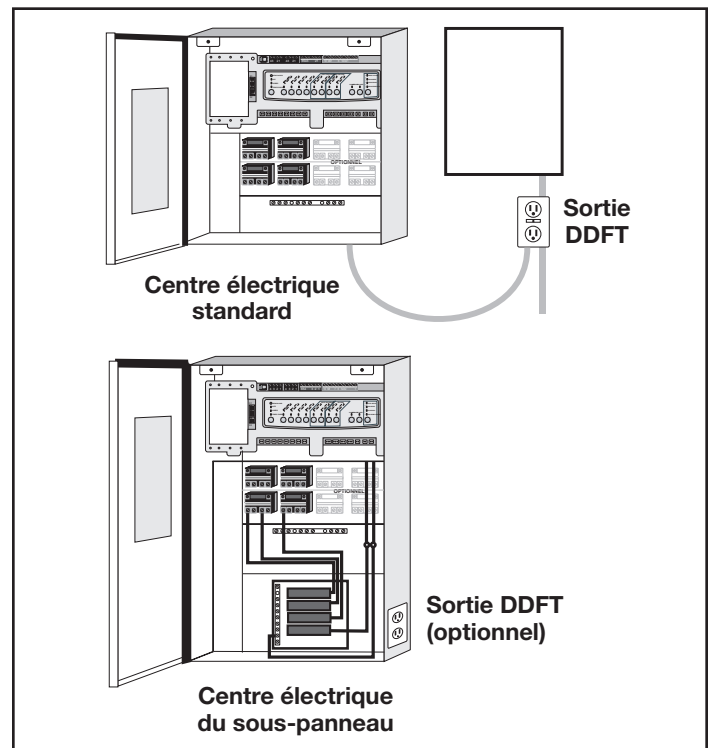

Figure 6. Installation du DDFT pour éclairage sous eau à haute tension
1. Pour un centre électrique standard, installez une prise DDFT près du panneau de disjoncteurs. Pour un centre électrique du sous-panneau, installez une prise DDFT dans le centre électrique (utilisez l'alvéole défonçable fournie à la droite du centre électrique du sous-panneau). Voir la figure 6.